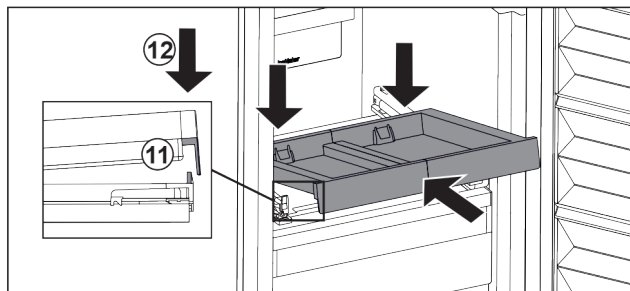

Fig. 45
- Skyv den skrått inn. Pass på at begge sider av anslaget er bak tappen. Fig. 45 (11)
- Sett ned uttrekksplaten foran. Fig. 45 (12)